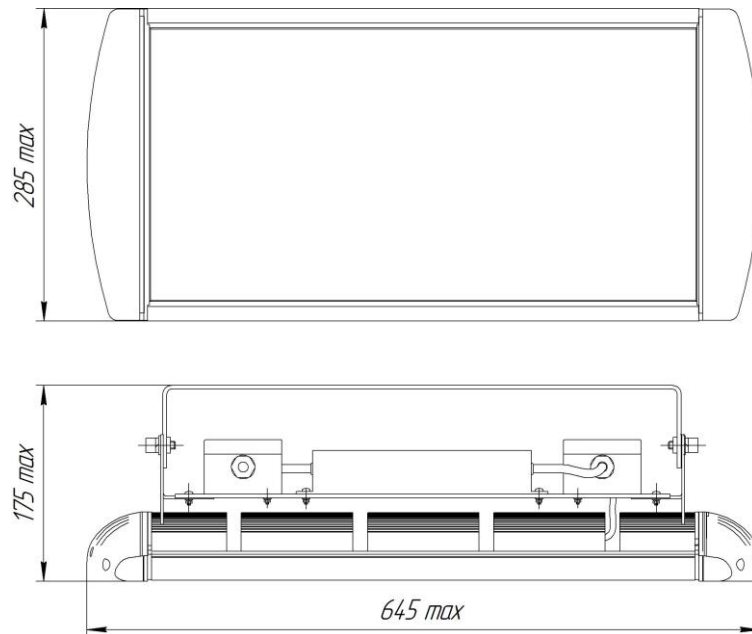

Рисунок 1
1.4.1. Светильник состоит (см. Рисунок 1) из корпуса, изготовленного из алюминиевого анодированного сплава, который является несущим элементом светильника, прозрачного неокрашенного защитного стекла, двух торцевых крышек, модулей светодиодных со вторичной оптикой, источника питания и контактного устройства установленных на корпус.